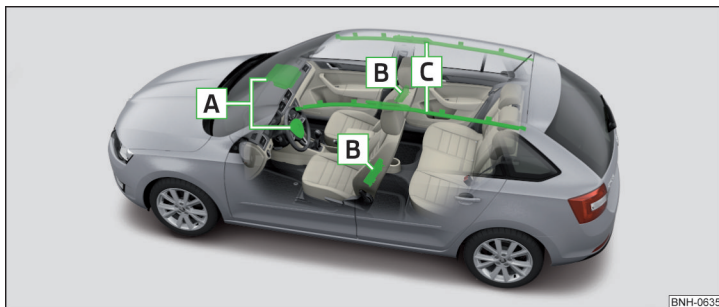

Fig. 7 Locuri de amplasare ale airbagurilor
**Locuri de amplasare ale airbagurilor » fig. 7**